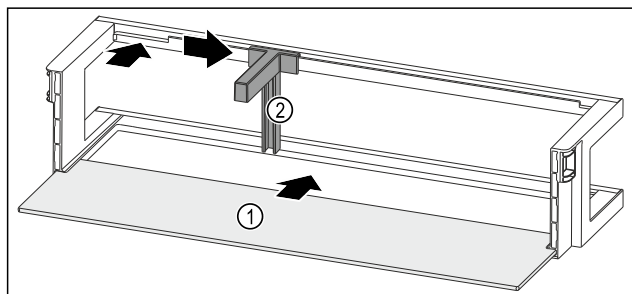

Fig. 104 Balconcino controporta con ripiano
- Inserire il ripiano Fig. 104 (1) negli incavi laterali.
- Inserire il portabottiglie Fig. 104 (2) nell'incavo.
- Far scorrere il portabottiglie Fig. 104 (2) lateralmente alla posizione desiderata.